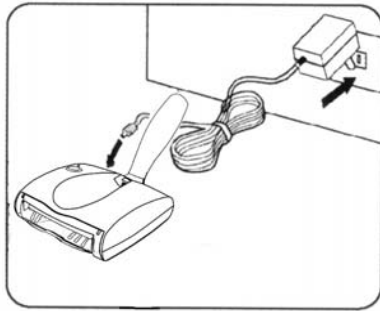

Fig. 6
1. Insérez la fiche du chargeur dans la prise de recharge à l'arrière de la balayeuse. Branchez l'adaptateur de recharge dans la prise murale (120 V, 60 Hz). N'utilisez que le chargeur fourni par le fabricant, d'un régime 6 V CC, 100mA. (Fig. 6).